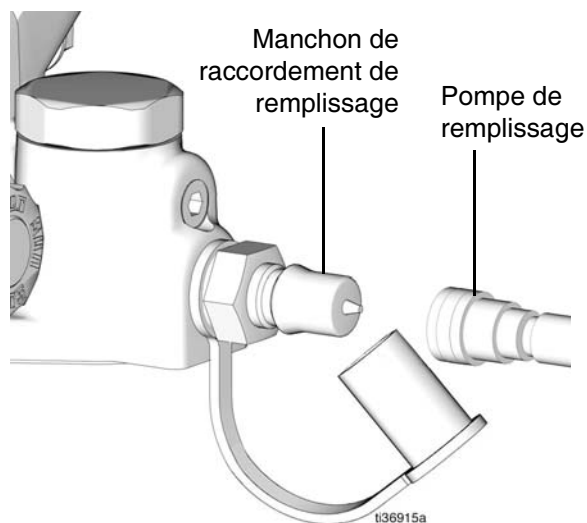

FIG. 2
1. Connecter la pompe de remplissage au manchon de raccordement de remplissage (FIG. 2).